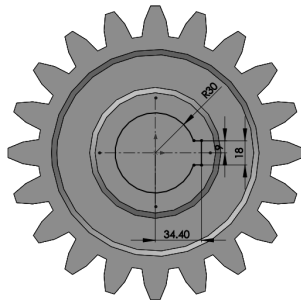

图 9-69 绘制齿轮拉伸安装孔草图
- [2] 在所选基准面中，绘制齿轮拉伸安装孔草图，如图 9-69 所示。